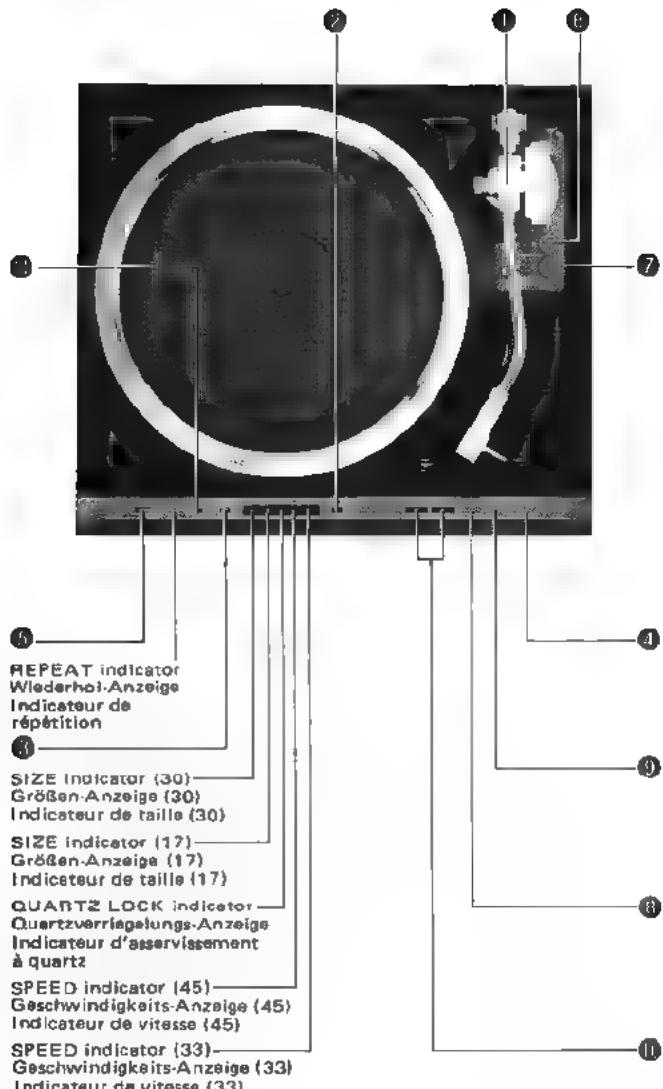

Fig. 19 Abb. 19
1. Legen Sie eine Schallplatte auf den Plattenteller und lösen Sie die Klemme der Tonarmauflage. (Abb. 19)
1. Placer un disque sur ■ plateau de la platine et libérer l'étrier. (Fig. 19)